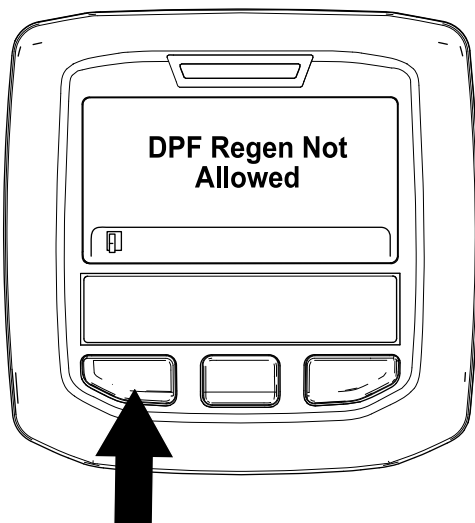

Figura 38
- Se il processo di rigenerazione non è consentito dal computer del motore, viene visualizzato il messaggio "DPF Regen Not Allowed" (Rigen. FAP non consentita) nell'InfoCenter (Figura 38). Premete il pulsante sinistro per uscire e tornare alla schermata Home.